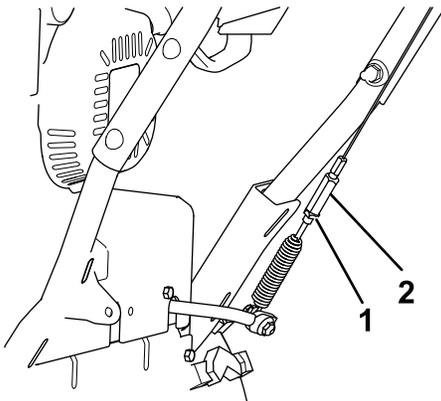

Bild 27
- 5. Lösen Sie die Klemmmutter (**Bild 27**).
- 6. Lösen oder ziehen Sie die Spannschraube an, um die Kabelspannung einzustellen (**Bild 27**).